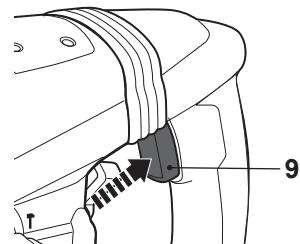

Fig. 6
- > Presione el interruptor de encendido/apagado (9) para encender el producto (fig. 6).
- > Suelte el interruptor de encendido/apagado (9) para apagar el producto.